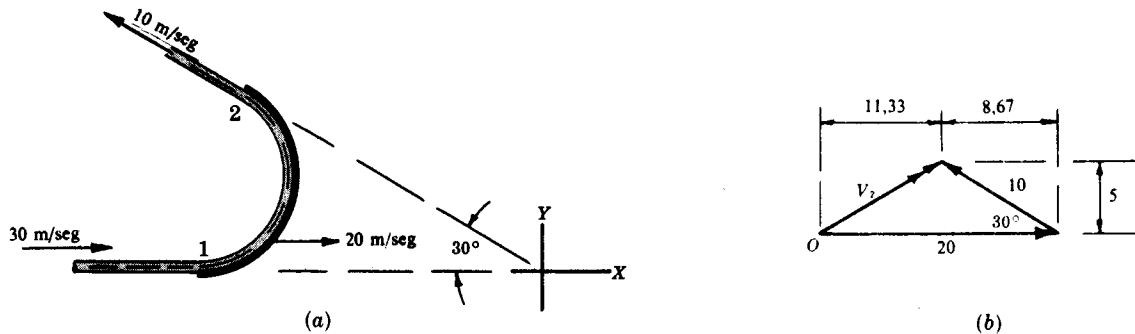

Fig. 11-3
8. Un chorro de 10 cm de diámetro y a una velocidad de 30 m/seg, incide sobre un álabe móvil, que lleva una velocidad de 20 m/seg en la misma dirección del chorro. La dirección de salida del álabe forma un ángulo de 150° con la de entrada. Suponiendo que no existe rozamiento, calcular las componentes en las direcciones X e Y de la fuerza que ejerce el agua sobre el álabe. [Véase Fig. 11-3(a).]
La velocidad del agua en 2 = $V_{\text{agua/álabe}} \leftrightarrow V_{\text{álabe}}$ [véase Fig. 11-3(b)] de la cual $V_{2x} = 11,33$ m/seg hacia la derecha y $V_{2y} = 5,00$ m/seg hacia arriba.
Las componentes de la velocidad absoluta en (2) se determinarán resolviendo un triángulo análogo al de la Fig. 11-3(b) del Problema 8, utilizando un vector horizontal igual a 20,0 y otro igual a 9,0 dirigido hacia la izquierda y hacia arriba formando un ángulo de 30° con el anterior. Así,